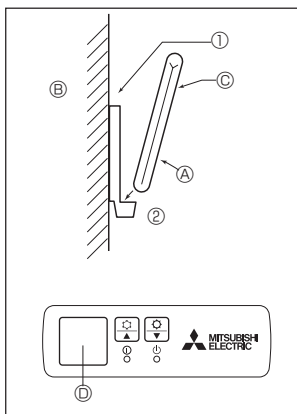

Fig. 6-2
2) Wijze van Installeren (Fig. 6-2)
① Bevestig de houder van de afstandsbediening op de gewenste plaats met de twee zelftappende schroeven.
② Zet het onderste gedeelte van de afstandsbediening in de houder.